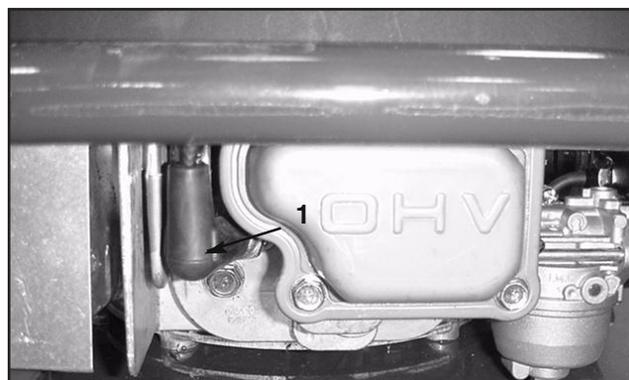

図17
1. 点火プラグに高圧ケーブルが取り付けられているのを確認してください(図17)。